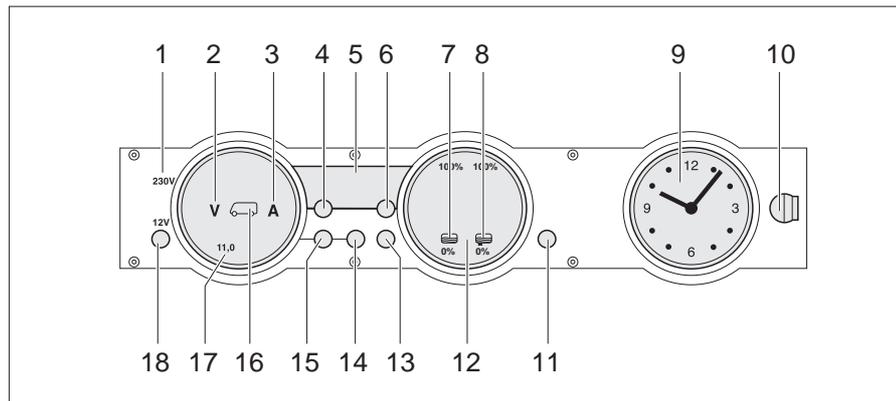

Fig. 170 Panel MP 20-T
La luz de control de 230 V (Fig. 170,1) se enciende cuando hay tensión de red en la entrada del bloque eléctrico.
El interruptor principal de 12 V (Fig. 170,18) conecta y desconecta el panel y la alimentación de 12 V del habitáculo.
Conectar: ■ Pulsar la tecla "12 V" (Fig. 170,18) brevemente. La alimentación de 12 V del habitáculo está conectada. La visualización de control "12 V" está encendida.
- ▷ En caso de que después de la conexión parpadeen tanto el LED "11,0" de la visualización de voltios así como el símbolo Voltios "V" (Fig. 170,2) en el instrumento indicador Baterías (Fig. 170,17), será demasiado baja la tensión de la batería del habitáculo. Cargar la batería.
- ▷ En caso de que después de la conexión parpadeen tres veces la visualización de control "12 V", el símbolo Batería del habitáculo (Fig. 170,16) y el símbolo Voltios "V" (Fig. 170,2), estará activada la separación de batería. Desactivar la separación de batería.
Desconectar: ■ Pulsar la tecla "12 V" (Fig. 170,18) brevemente. La alimentación de 12 V del habitáculo está desconectada. La visualización de control "12 V" se apaga.
- Pulsar la tecla Batería del habitáculo (Fig. 170,14) y mantenerla pulsada aprox. 10 segundos. Los símbolos Voltios "V" (Fig. 170,2) y Amperios "A" (Fig. 170,3) parpadean tres veces. La batería del habitáculo está separada de la red de a bordo de 12 V.
- Pulsar la tecla "12 V" (Fig. 170,18) y mantenerla pulsada aprox. 5 segundos. El símbolo Voltios "V" (Fig. 170,2) parpadeará tres veces. La batería del habitáculo está conectada a la red de a bordo de 12 V. La visualización de control estará encendida durante aprox. 2 segundos.
- Pulsar la tecla Batería del habitáculo "" (Fig. 170,14). El símbolo Voltios "V" (Fig. 170,2) estará encendido. Según la carga o la descarga, el símbolo Amperios "A" estará iluminado de color blanco o rojo. La tensión de la batería y la corriente de la batería del habitáculo se visualizan a través de LEDs en el instrumento indicador.
- Pulsar la tecla Batería del motor de arranque "" (Fig. 170,15). El símbolo Voltios "V" (Fig. 170,2) estará encendido. La tensión de la batería del motor de arranque es visualizada a través de LEDs en el instrumento indicador.
- Pulsar la tecla Depósitos "  " (Fig. 170,13). Los símbolos Depósito de agua "  " (Fig. 170,7) y Depósito de aguas residuales "  " (Fig. 170,8) estarán encendidos. Los niveles de llenado del depósito de agua (escala izquierda) y del depósito de aguas residuales (escala derecha) serán visualizados a través de LEDs en el instrumento indicador.
El símbolo Voltios "V" (Fig. 170,2) y el LED "11,0" parpadearán tan pronto la tensión de la batería caiga abajo de 11 V (medición durante el funcionamiento) y exista el riesgo de una descarga completa.
El símbolo Depósito de agua "☰" (Fig. 170,7) o el símbolo Depósito de aguas residuales "☷" (Fig. 170,8) parpadeará si el depósito de agua está vacío o el depósito de aguas residuales está lleno.
A través del visualizador digital (Fig. 170,5) es posible visualizar la temperatura interior y la temperatura exterior.
- Pulsar la tecla Temperatura interior "🏠" (Fig. 170,4). Indica la temperatura interior.
- Pulsar la tecla Temperatura exterior "🚗" (Fig. 170,6). Indica la temperatura exterior.
El instrumento indicador Reloj (Fig. 170,9) indica la hora. El reloj contiene una batería propia y no está conectado a la red de a bordo de 12 V.